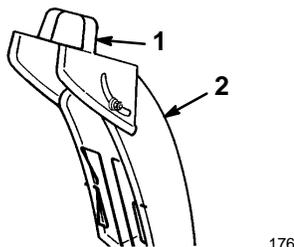

Abbildung 15
- **Griff für Auswurfkanalblech** (Abb. 15)—Den Griff nach vorne bewegen, um den Schneestrom nach unten zu richten, und nach hinten, um den Strom nach oben zu richten.